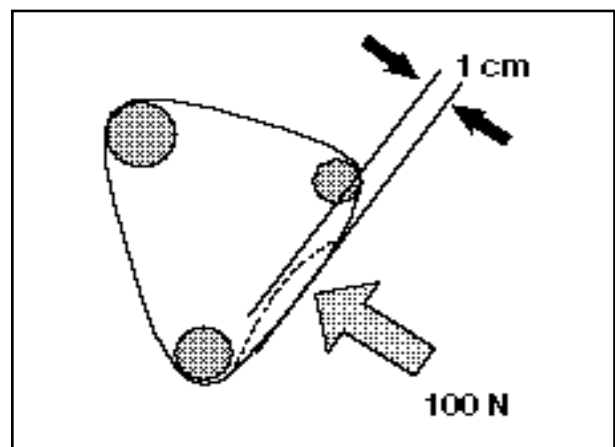

Bild 20
- Keilriemen mittig zwischen den Keilriemenscheiben mit einer Kraft von 100 N eindrücken (Bild 20). Der Keilriemen soll sich ca. **1 cm** eindrücken lassen.